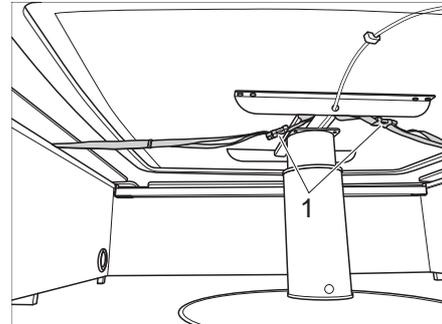

Fig. 60 Sécurisation de la table à hauteur réglable avec des sangles
- La table à hauteur réglable n'est pas fixée au sol. Avant un trajet, abaisser la table à hauteur réglable jusqu'à la butée inférieure et la fixer avec les sangles (Fig. 60,1) en dessous des banquettes.